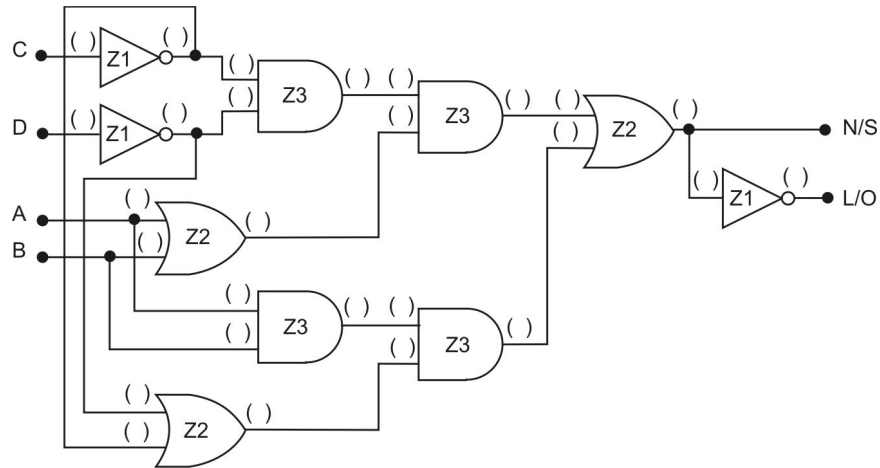

Figura 3.2 - Diagrama esquemático do circuito a ser implementado
Em termos de diagrama, o circuito pode ser representado pela Figura 3.2. Vale lembrar que a saída Leste/Oeste é complementar à saída Norte/Sul.
- No diagrama da Figura 3.2, indique os pinos das portas lógicas a partir da análise do datasheet
- Depois de preenchido o diagrama da Figura 3.2, utilize fios para montar o circuito deste diagrama